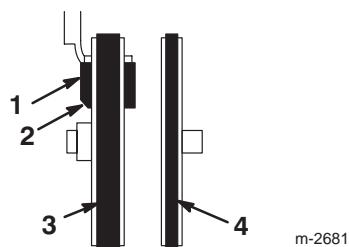

Bild 31
17. Achten Sie darauf, dass der Bremsklotz richtig am Bremsarm installiert ist. Positionieren Sie den abgewinkelten Schnitt an der Bremsbacke wie in Bild 31 dargestellt.
13. Achten Sie darauf, dass der Bremsklotz richtig am Bremsarm installiert ist. Positionieren Sie den abgewinkelten Schnitt an der Bremsbacke wie in Bild 31 dargestellt.